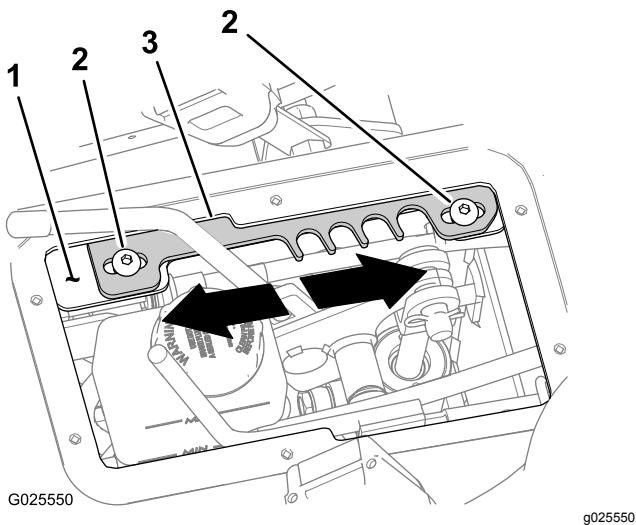

Figure 62
4. Amenez le sélecteur de gamme en position T (TRANSPORT) (Figure 62).
5. Desserrez les 2 vis à tête hexagonale creuse (5/16 x 3/4") qui fixent la plaque de verrouillage au support du levier (Figure 62).
- Déplacez la plaque de verrouillage **en avant** pour augmenter la limite de vitesse de déplacement maximale (Figure 62).
- Déplacez la plaque de verrouillage **en arrière** pour réduire la limite de vitesse de déplacement maximale (Figure 62).